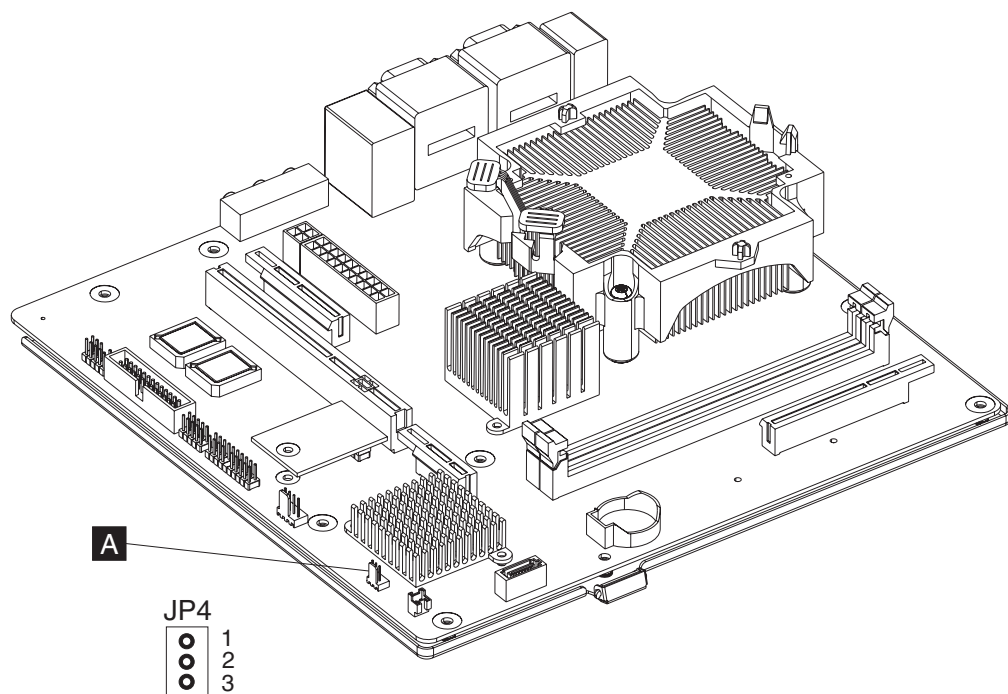
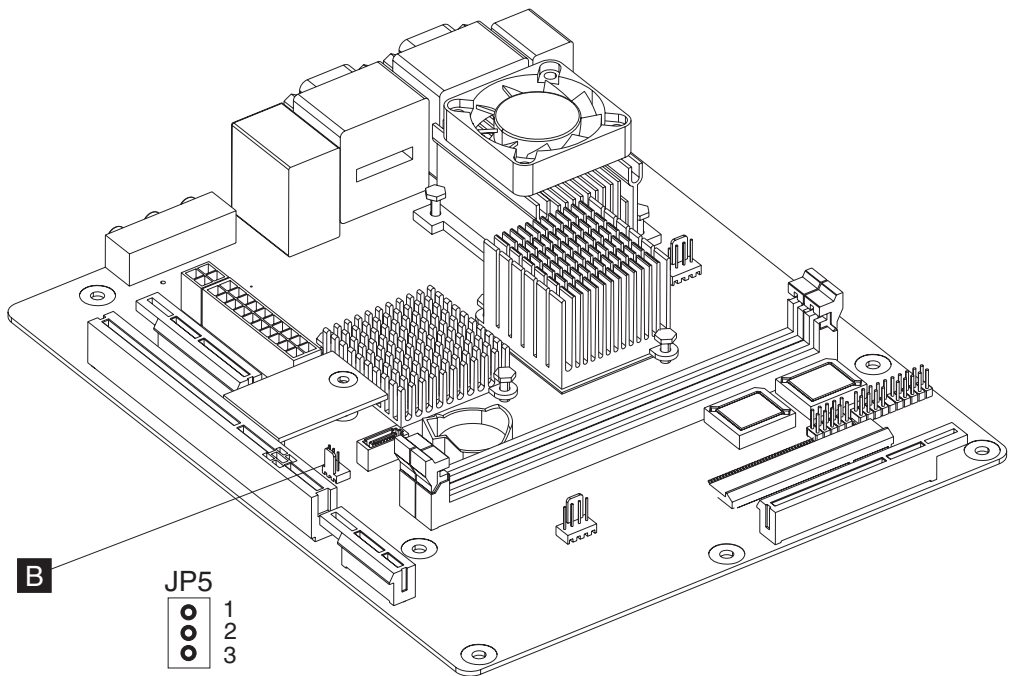

图 83. CMOS 跳线的位置 - 型号 743、C43、E43、783 和 E83
图 84. CMOS 跳线的位置 - 型号 723 和 E23
4. 请参阅图 83 中的 **A** 或第 84 页的图 84 中的 **B** 找到系统板上的 CMOS 跳线。